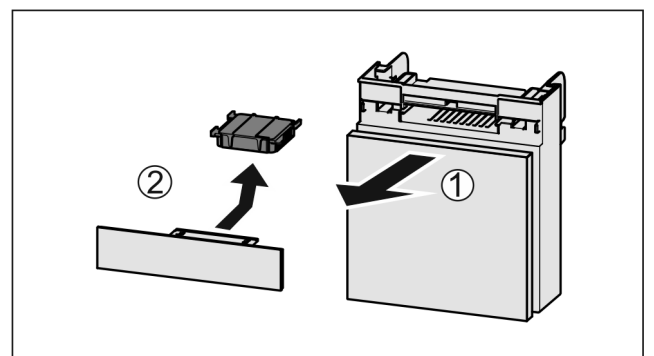

Fig. 61
- Fach nach vorne herausziehen Fig. 61 (1).
- ▶ Aktivkohlefilter entnehmen Fig. 61 (2).